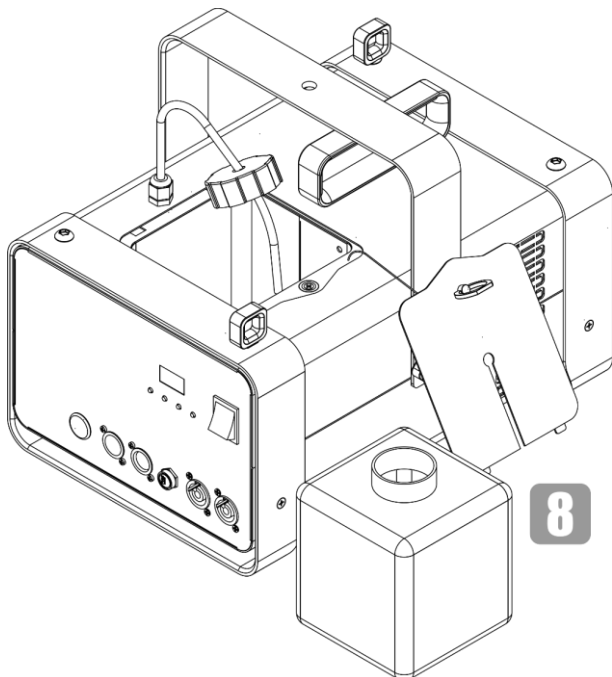

Abb. 15
- 08) Stellen Sie den Flüssigkeitsbehälter auf eine gerade Oberfläche in der Nähe des Geräts (Abb. 15).